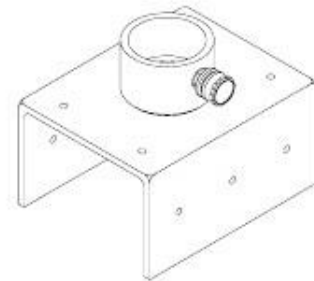

Abb. 1-12. 6" (15,2 cm) x 6" (15,2 cm) Kanalkopf
i. 6" (15,2 cm) x 6" (15,2 cm) Kanalkopf. Der 6" (15,2 cm) x 6" (15,2 cm) Kanalkopf (Abb. 1-12) ist im Wesentlichen ein 3" (7,6 cm) Standardkopf, der an einem 6" (15,2 cm) x 6" (15,2 cm) Kanal montiert ist. Der Kanal ist 7" (17,7 cm) lang, 4" (10,2 cm) hoch und 5,5" (14,0 cm) breit. Der Kanalkopf ist speziell für Abstützungen konstruiert. Er passt genau auf ein 6 x 6" Stützholz, auf dem er mit Schrauben oder Nägeln befestigt werden kann.